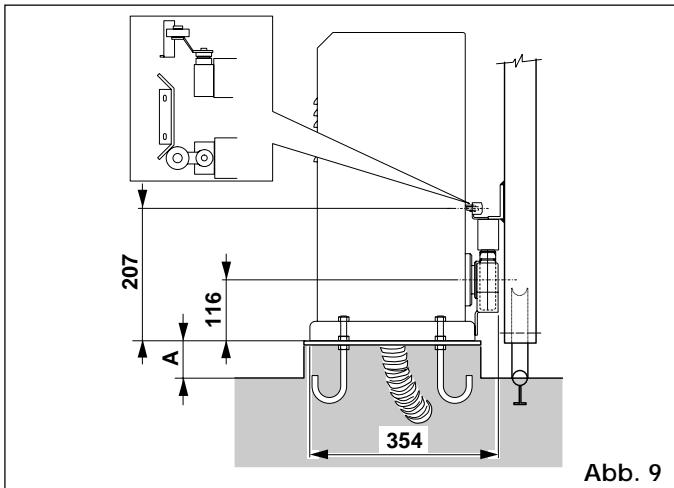

Abb. 9
**Hinweis:** Die Fundamentplatte sollte leicht vom Boden abstehen, s. Abb.9 Pos A